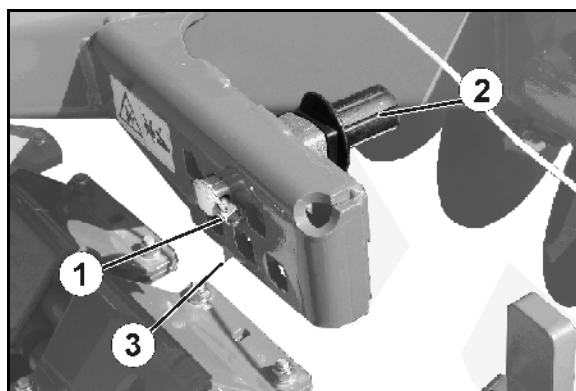
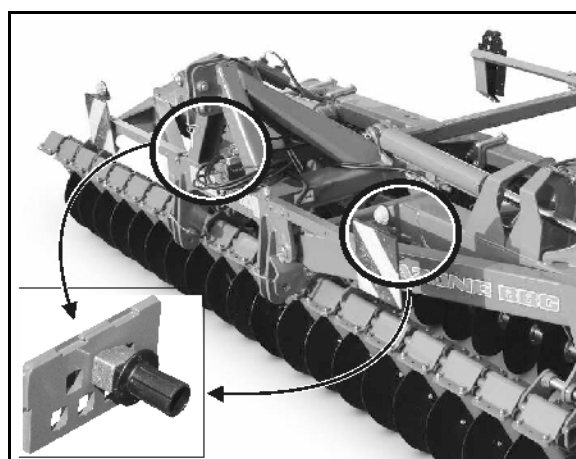

Рис. 27
Рис. 28
Для этого имеются в распоряжении 6 гнезд (Рис. 27).
3. Ослабьте пружинный фиксатор (Рис. 27/1 и Рис. 28/1).
4. Поставьте эксцентриковый палец (Рис. 27/2 и Рис. 28/2) в нужное гнездо.
- Удобное место для крепления маркировано стрелкой (Рис. 27/3).
- Модели **Catros 4001-2 – 6001-2** оснащены консолью с возможностью регулировки смещения рядов дисков (Рис. 28):